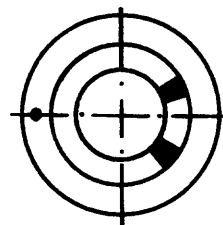

Fig. 9
- ___ d Haga girar el conjunto 180º (fig. 9) y verifique el equilibrio.